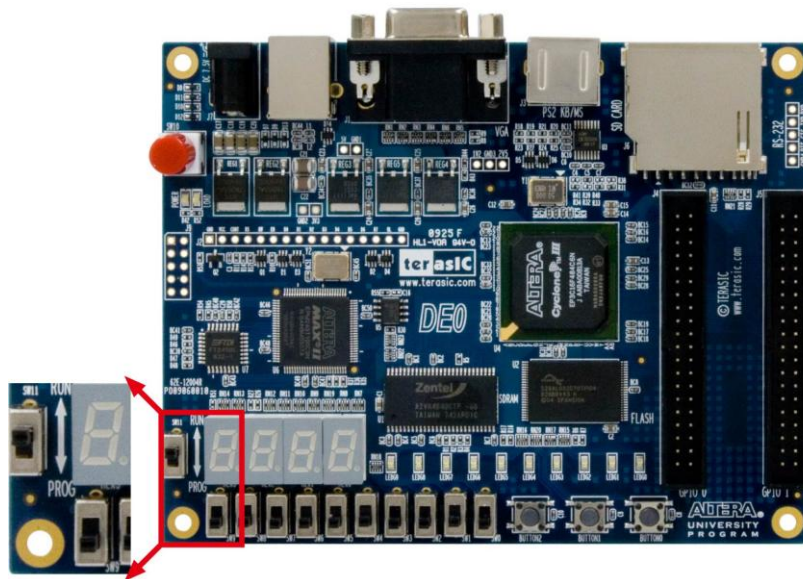

图 4-4 RUN/PROG 拨动开关(SW2) 位于 AS 模式
- 将 RUN/PROG 拨动开关（如图 4-4）置于 PROG 档